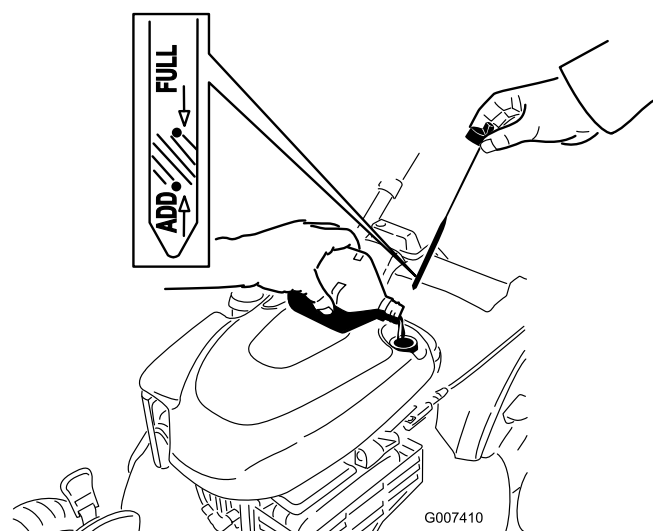

Figure 36
4. Versez de l'huile **lentement** dans le goulot de remplissage pour faire monter le niveau de liquide jusqu'au repère **maximum** (Full) sur la jauge (Figure 36). **Ne remplissez pas excessivement.** (Remplissage max. : 0,59 l, type : huile détergente SAE 30 de classe de service API SF, SG, SH, SJ, SL ou supérieure.)